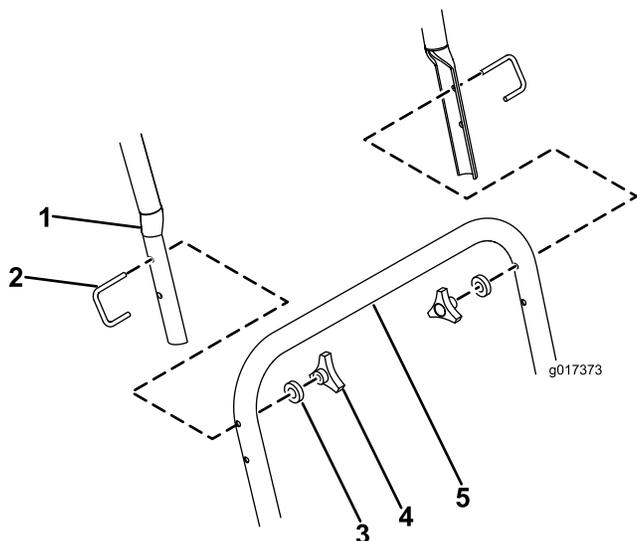

Bild 4
5. Befestigen den oberen Holm am unteren Holm. Befestigen Sie jede Seite mit einem U-Bügel, einer M6-Scheibe und einem Handrad (**Bild 4**).